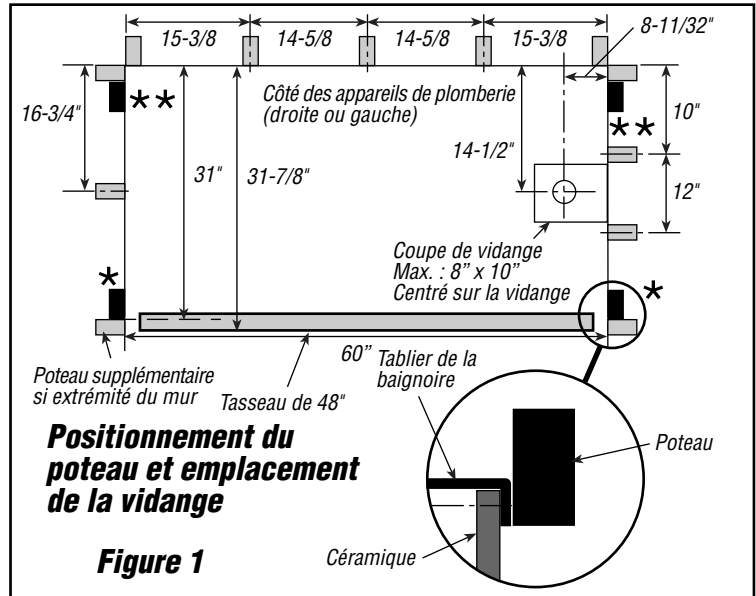

Figure 1
2. Les poteaux du mur de l'alcôve doivent être situés tel qu'illustré à la figure 1. Ils doivent être d'aplomb. Si les poteaux ne sont pas d'aplomb, vous devrez peut-être les niveler. Il est important qu'un poteau se trouve tel qu'illustré (*) pour la fixation des brides verticales latérales du tablier de la baignoire. Si vous installez notre ensemble mural correspondant, un poteau doit se trouver à chaque côté du coin arrière, tel qu'illustré (**). Si vous rénovez et qu'il n'y a pas de poteau à l'endroit indiqué, ajoutez-en un. Les autres pivots doivent être positionnés selon votre code du bâtiment régional.
Construisez un colombage de 2" x 6" pour l'extrémité de la plomberie. Appliquez des tasseaux de 2" x 2" au mur en maçonnerie, au même endroit que les poteaux de la figure 1.